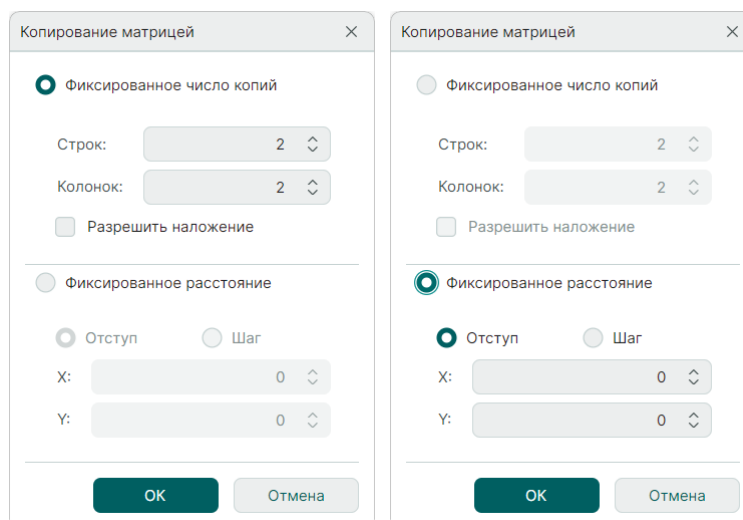

Рис. 216 Настройка параметров при копировании объектов матрицей
- Установите необходимые параметры копирования в появившемся окне «Копирование матрицей» см. Рис. 216: